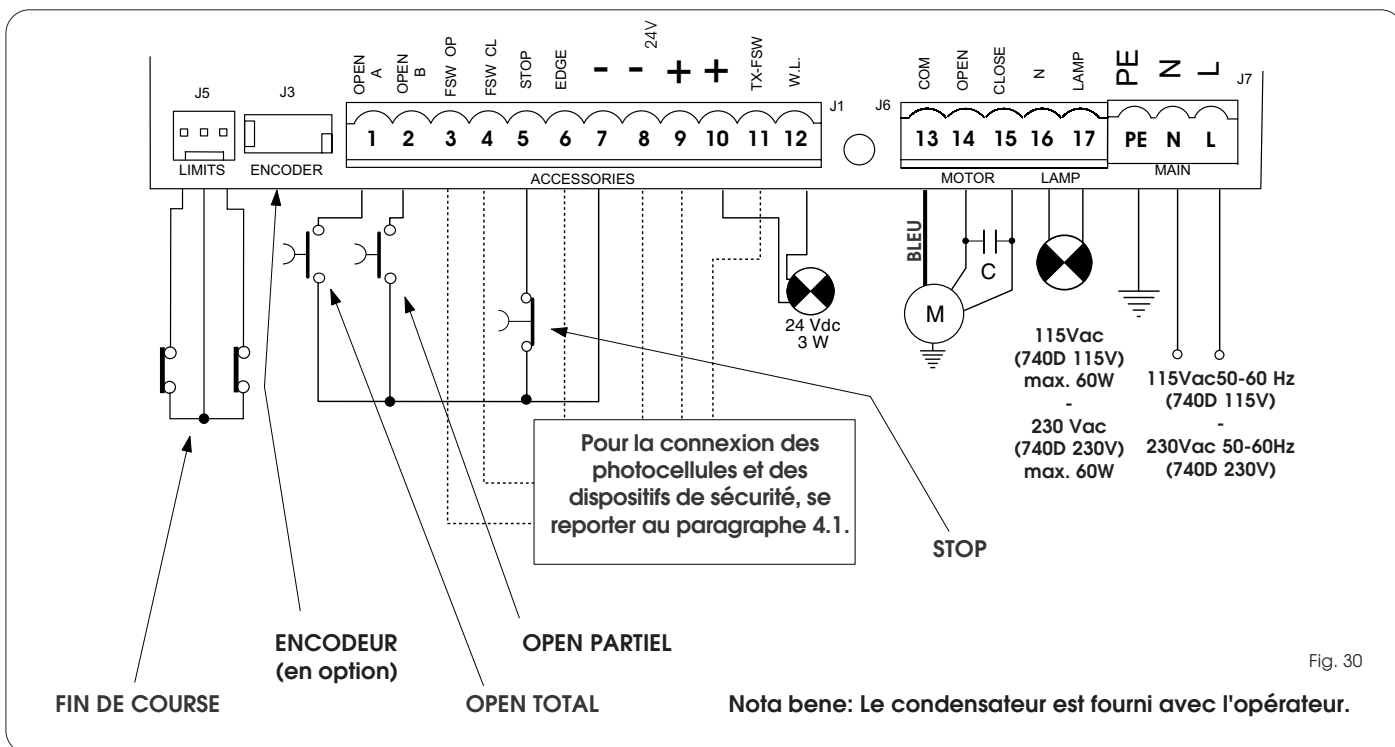

Fig. 30
- Connecter la terre à la borne spécifique prévue sur le connecteur J7 de la platine (voir fig. 30).
4.2. Bornier J7 - Alimentation (fig. 30)
4.3. Bornier J6 - Moteurs et feu clignotant (fig. 30)
4.4. Bornier J1 - Accessoires (fig. 30)
4.6. Connecteur J6 - Embrochage rapide du Fin de course (fig. 30)
Cette entrée est prédisposée pour la connexion rapide des fins de course d'ouverture et de fermeture qui peuvent provoquer l'arrêt du vantail, le début du ralentissement ou le freinage (voir programmation avancée Par. 5.2.). Dans les motoréducteurs où on a prévu la centrale incorporée, cette connexion est déjà pré-câblée en série (fig. 30). Pour la direction d'ouverture du vantail, voir programmation avancée Par. 5.2.
4.7. Connecteur J3 - Embrochage rapide de l'Encodeur (fig. 30)